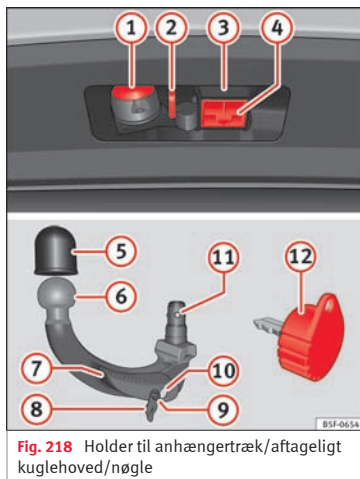

Fig. 218 Holder til anhængertræk/aftageligt kuglehoved/nøgle
Forklaring til » Fig. 218
- Tag afdækningen til holderen til krogen ④ » Fig. 218 nedad og af.